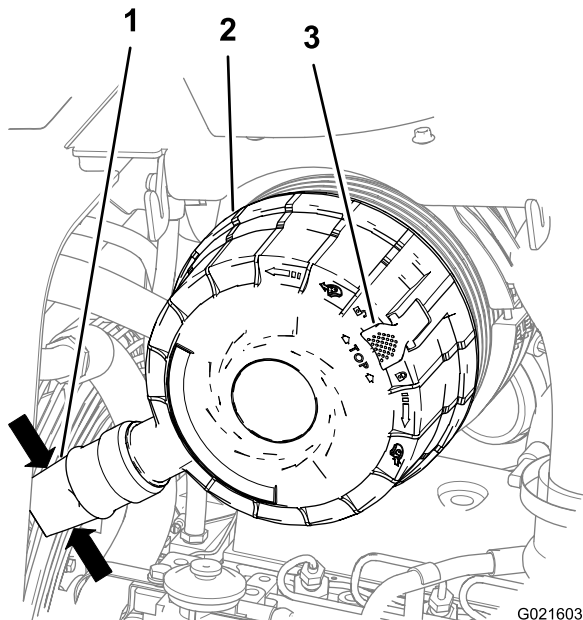

Figure 116
3. Serrez les côtés de la valve sur le couvercle du filtre à air pour évacuer l'eau, la poussière ou les saletés éventuellement accumulées sur la valve (Figure 116).
5. Tirez le verrou du couvercle du filtre à air vers l'extérieur (Figure 116).